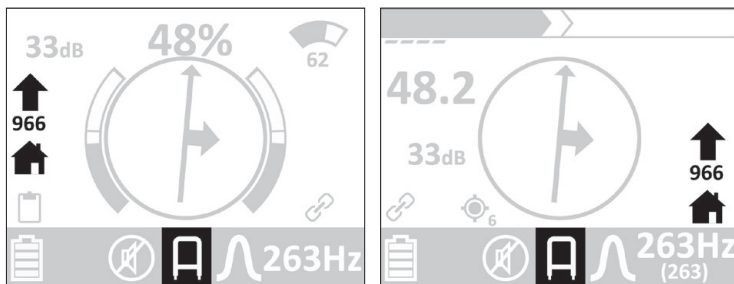
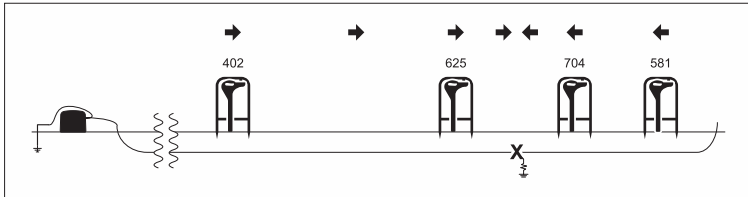

Abb. 32: Display des Empfängers – Schrittspannungssonde angeschlossen (hier: Kabelfehler-Signal 966)
Abb. 34: Kabelfehler mit Schrittspannungssonde orten
Bei Annäherung an einen Kabelfehler wird das Kabelfehler-Signal (Zahlenwert) größer (Abb. 32 und Abb. 34).
Genau über einem Kabelfehler wechselt der Richtungspfeil seine Richtung. Der Kabelfehler befindet sich dann mittig unter der Schrittspannungssonde (Abb. 34).
- Nähern Sie sich durch Vor- und Zurücksetzen der Schrittspannungssonde dem Kabelfehler an (Abb. 34).